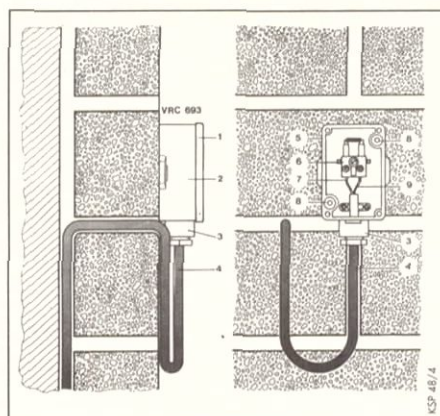

Abb. 3.2 Wand-Montage Außenfühler
Legende zu Abb. 3.2
- Den Außenfühler mit beiliegenden Schrauben und Dübeln, wie in Abb. 3.2 gezeigt, an der Wand befestigen.
- ☞ Die Kabeleinführung (3) muß nach unten zeigen.
- ☞ Ein Anschlußkabel (4) mit min. $2 \times 0,75 \text{ mm}^2$ bauseits verlegen und von unten durch die Kabeleinführung (3) hereinziehen. Die Dichtung in der Kabeleinführung nicht vergessen!
- Die Verdrahtung an den Anschlußklemmen (6) entsprechend dem Anschlußschema in Kapitel 4 Elektroinstallation Seite 7 vornehmen.
- ☞ Beim Anbringen des Gehäuseober-teiles (1) die Dichtung (5) nicht vergessen.